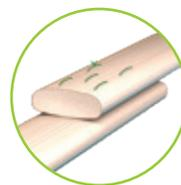

Fig. 2c
La résistance est suffisante si les brins sont tendus de façon identique (Brown Ch Tech Orthop ; 281-298. 1998). Dans d'autres cas (tendon trop court ou trop grêle), le tendon gracilis (G) peut être utilisé pour augmenter la longueur et le volume de la greffe, en réalisant une suture bord à bord sur 1 cm (Fig. 2c) permettant d'allonger la quantité de tendon disponible et de réaliser une greffe à 5 ou 6 brins.